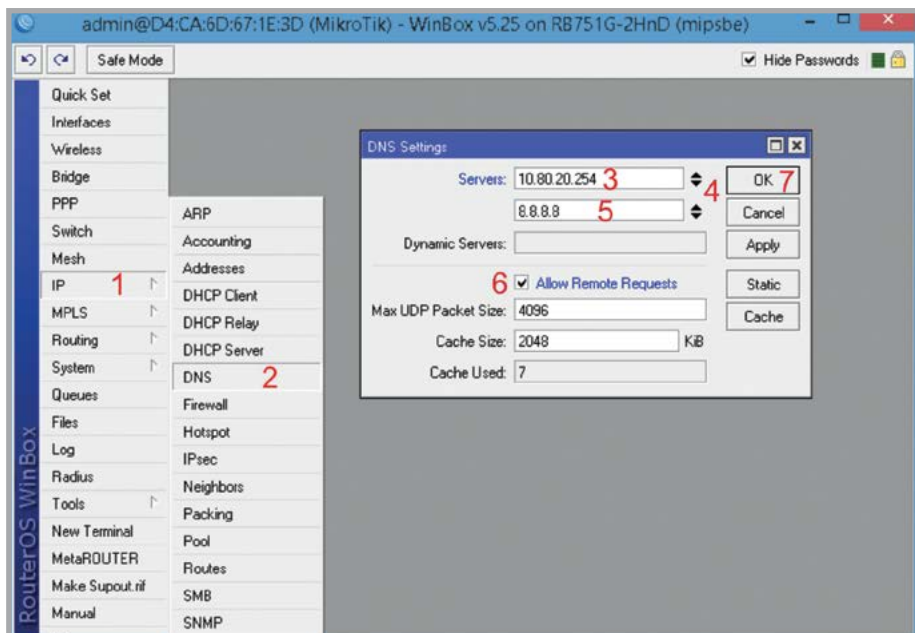

Рис. 10. Адрес DNS-серверов
1. Открываем меню **IP** (рис. 10).